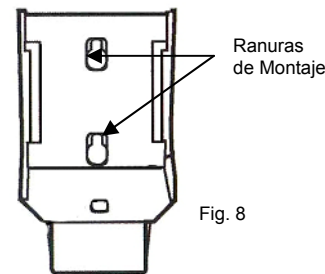

Fig. 8
5. Mida y marque cuidadosamente la ubicación de todos los agujeros del soporte. (Fig. 8) Sugerencia: Use un trozo de papel del mismo tamaño que el soporte para medir y marcar la posición de los agujeros en la pared, y luego haga las perforaciones y atornille el soporte sobre la pared.